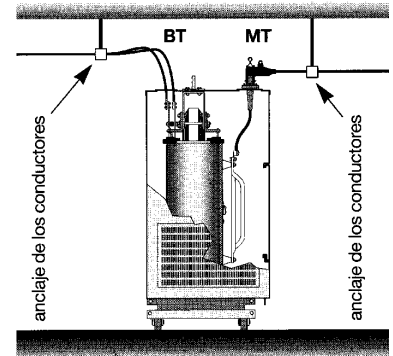

Figura 3: conexiones MT por tomas enchufables.
□ Conexiones MT mediante conectores enchufables (figura 3).
- Conexiones de MT mediante conectores enchufables (figura 3).